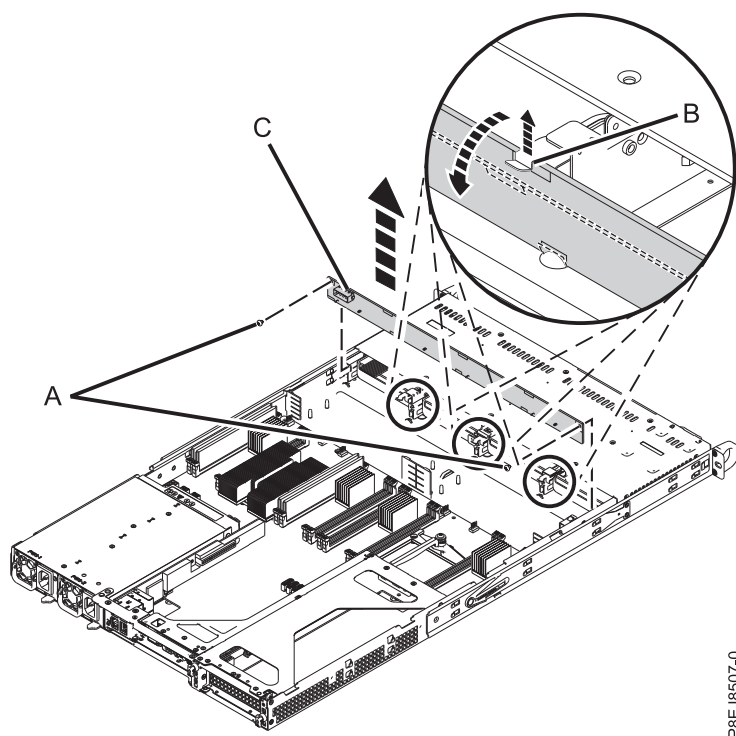

図 7. ディスク・ドライブ・バックプレーンとねじの取り外し
5. ディスク・ドライブ・バックプレーン を取り外します (11 ページの図 7 を参照)。
- a. ディスク・ドライブ・バックプレーンの上部から 2 本のねじ (A) (各側面に 1 本ずつ) を取り外します。
- b. ディスク・ドライブ・バックプレーンの上部をシステムの背面方向に旋回させて、ディスク・ドライブ・バックプレーンを 3 つの保持クリップ (B) から解放します。
- c. システムからディスク・ドライブ・バックプレーン (C) を持ち上げます。